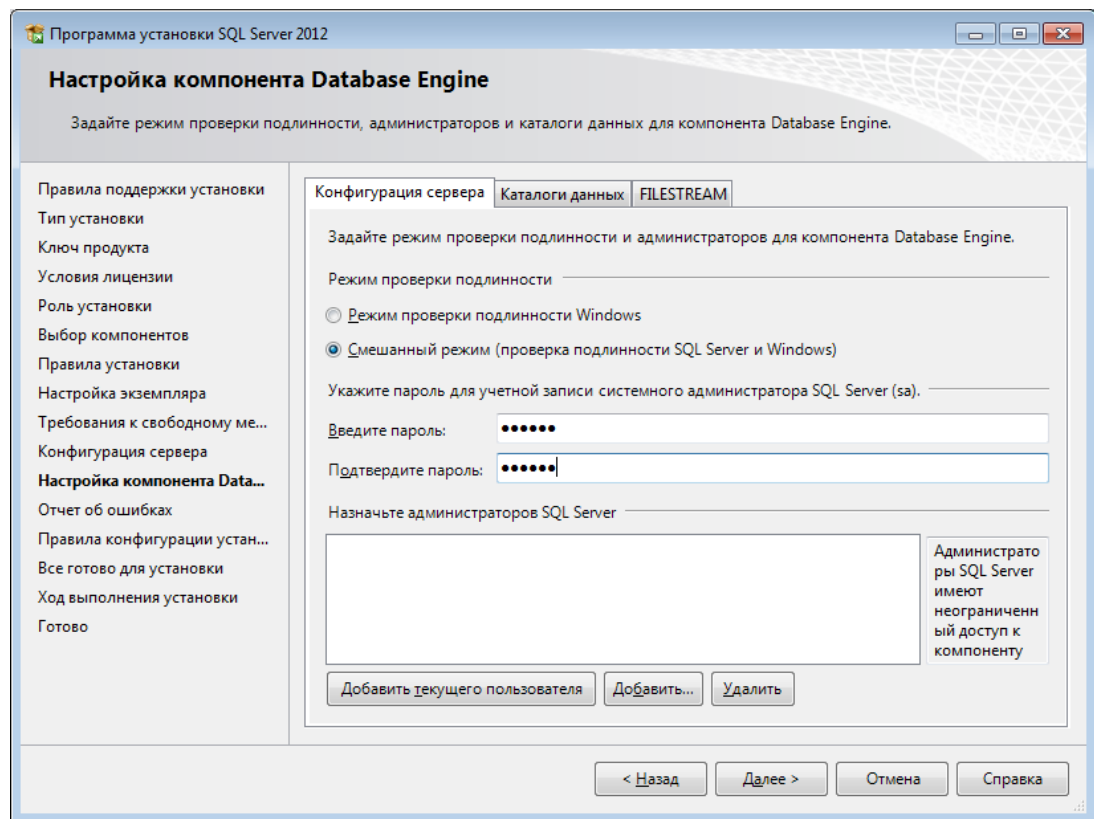

Рисунок 4.2. Активация пользователя с логином sa.
- В первую очередь производится установка MS SQL Server Standart Edition 2012 Runtime. Во время настройки компонентов, перед установкой, выберите смешанный режим аутентификации в MSSQL (Рисунок 4.2). Так же обратите внимание на кодировку по умолчанию, оставьте её без изменения.